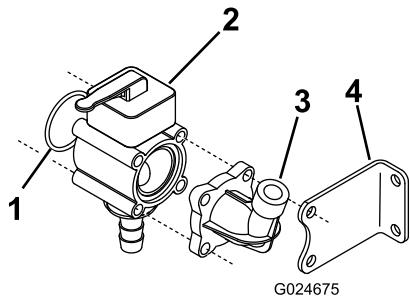

Figura 4
3. Installate l'O-ring, gruppo valvola manuale, lo sportello del manometro rimosso in precedenza e la staffa di stabilizzazione utilizzando le 4 aste filettate, i dadi e le rondelle piatte conservative; fate riferimento a Figura 4.